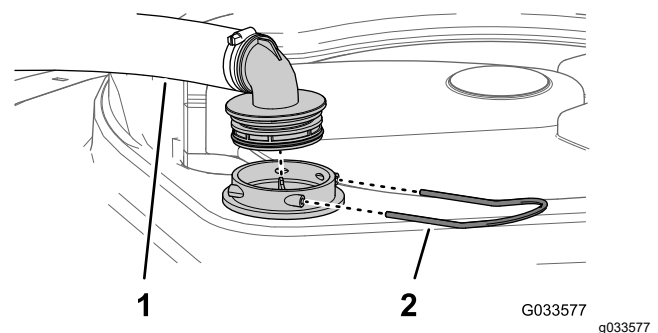

Figure 145
2. Au sommet de la cuve du pulvérisateur, retirez l'étrier qui fixe le raccord de flexible sur le grand flexible et le logement du filtre (Figure 145).
3. Retirez le flexible et le raccord du logement du filtre (Figure 145).